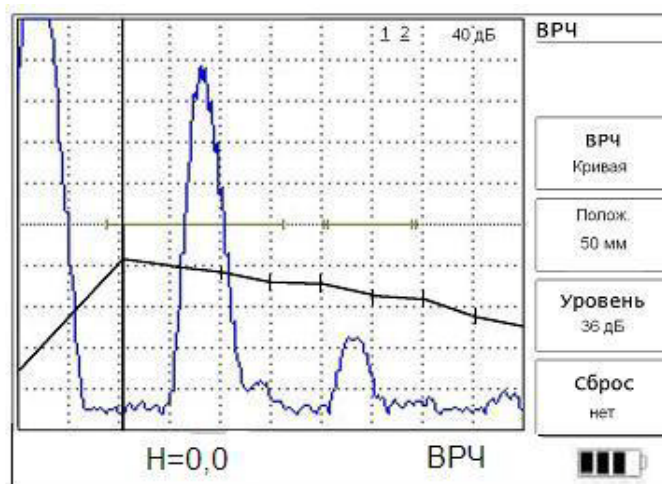

Рис.5.10.
5.4.5. Меню «**ВРЧ**» содержит следующие параметры (рис.5.10).